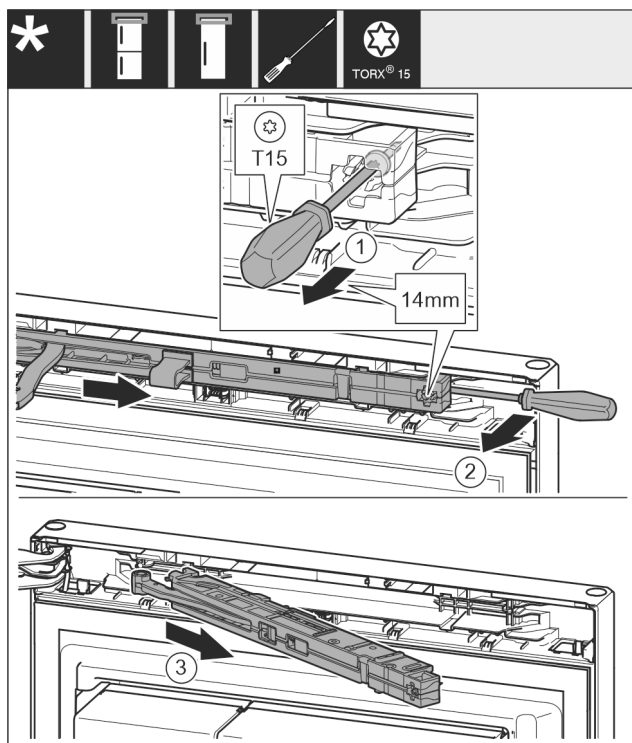

Fig. 10
- ▶ Šroub na jednotce tlumiče zavírání povolte šroubovákem T15 o cca 14 mm. Fig. 10 (1)
- ▶ Šroubovákem na straně madla zajedte za jednotku tlumiče zavírání a otočte ji dopředu. Fig. 10 (2)
- ▶ Vytáhněte jednotku tlumiče zavírání. Fig. 10 (3)